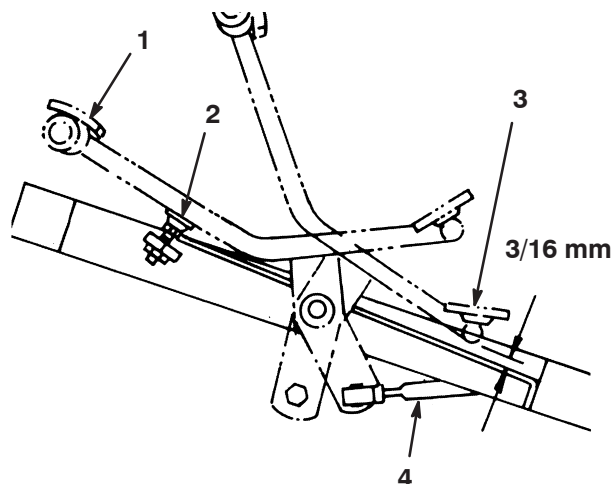

Figure 48
1. Appuyez à fond sur le haut (marche avant) de la pédale de déplacement jusqu'à ce que le tiroir de la section N° 5 soit complètement sorti. La pédale doit toucher la butée (Fig. 48).
2. Vérifiez la distance entre le bas de la pédale et le repose-pied, comme illustré à la Fig. 48. La distance doit être d'environ 5 mm. Si la distance est supérieure ou inférieure à 5 mm, il faut régler la tige de commande de déplacement. Procédez comme suit :
- A. Enlevez le contre-écrou et la rotule qui fixent la tige de commande (Fig. 48) au pivot de l'arbre de transmission.